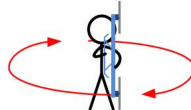

Рис. 2
4. (Рис. 2) Держите мультиротор вертикально и вращайте его (нос вниз) вокруг силы тяжести. поворачивайте линию (примерно на 360°) до тех пор, пока светодиод не погаснет, что означает завершение калибровки.